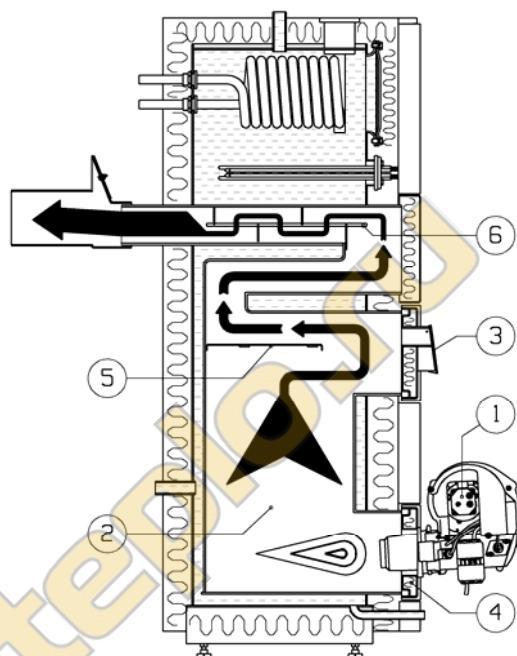

Рис. 4 Котел при эксплуатации на дизельном / газовом топливе
- Убедитесь, что ТУРБУЛЕНТНЫЕ ПЛАСТИНЫ (номер 6, рис. 4) УДАЛЕНЫ.